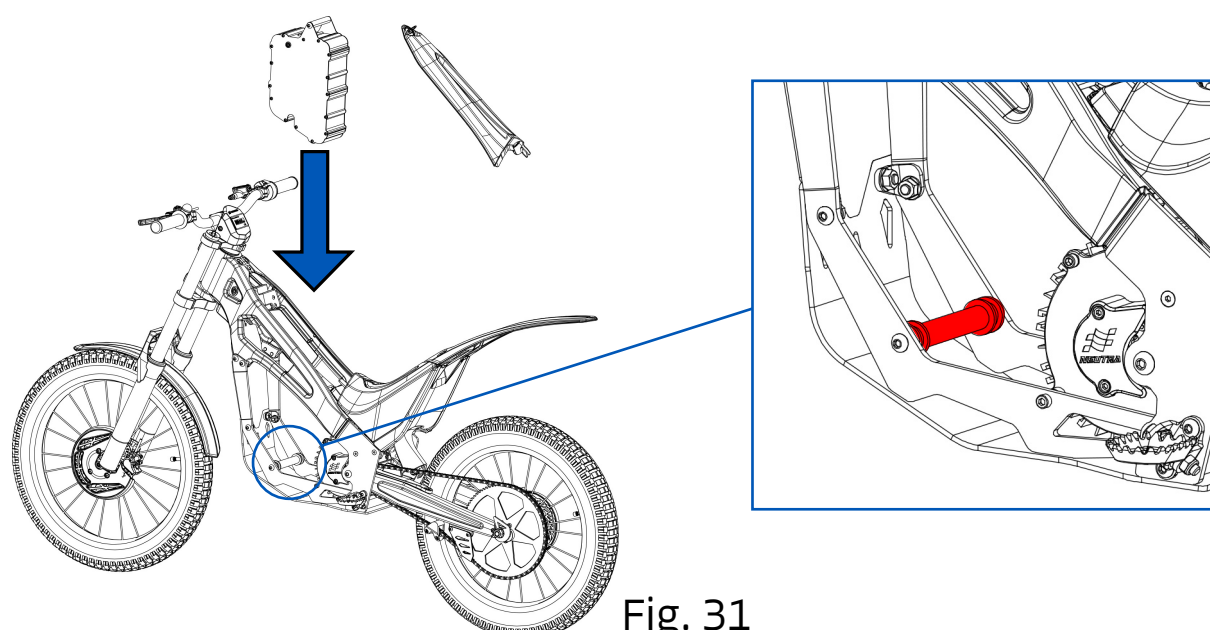

Fig. 31
- 3- Debe deslizar la batería introduciéndola en el interior de la motocicleta (Fig. 31). Debe asegurarse de posicionar correctamente el encaje de la batería con la barra de anclaje del chasis (en la imagen marcada en rojo).